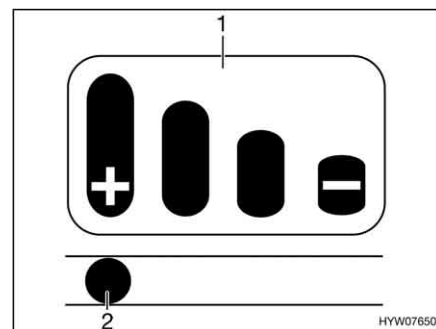

Fig. 177 Indicatore di usura
Sulla maniglia del gancio è montato un indicatore di usura (Fig. 177) con un grafico a barre (Fig. 177,1).
- Se il perno (Fig. 177,2) nel foro ovalizzato si trova sulla marcatura "+", le guarnizioni di attrito sono ancora nuove.